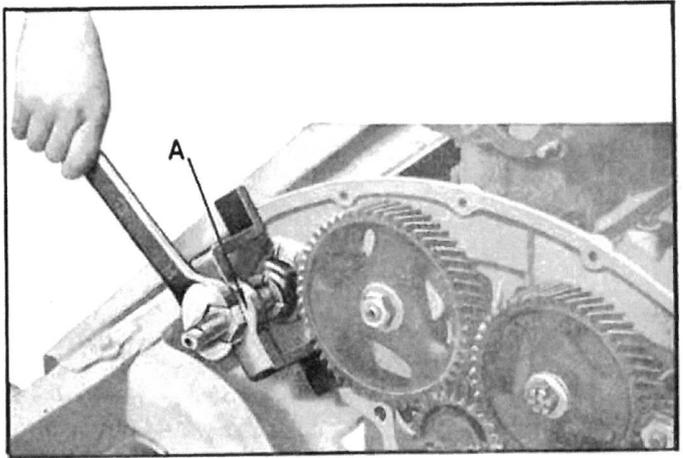

Fig. 67. — Arrache-bague d'arbre de commande de magnéto en place pour le démontage de la bague.
*Pour les moteurs types A et II, dévisser la vis pointeau fixant la bague et enlever cette dernière avec l'arrache-bague spécial (fig. 67).*
S'il s'agit d'un moteur type A ou II, dévisser la vis pointeau fixant la bague et enlever cette bague avec l'arrache-bague spécial (fig. 67).